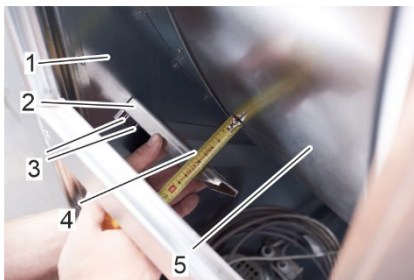

Abbildung 69: Ausrichtung des Sensors an den Rotor
1. Richten Sie die Halterung des Taktsensors (Abbildung 69/2) im Rotorgehäuse (Abbildung 69/1) in einem Abstand von 55 mm (Abbildung 69/4) parallel zum Rotor (Abbildung 69/5) aus.
2. Markieren Sie die Position der Langlöcher (Abbildung 69/3) auf dem Rotorgehäuse mit einem gut sichtbaren wasserfesten Stift.